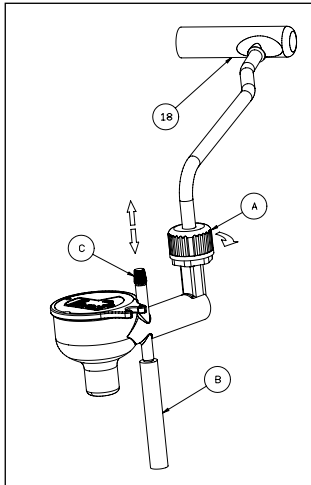

FIG 2
- Stellen Sie sicher, dass das Handrad (4) des Dampfhahns geschlossen ist, (Foto B);
- Drehen Sie die Dampfdüse (12) im Uhrzeigersinn bis zur Endposition und ziehen Sie die Dampfdüse aus Ihrem Sitz heraus, indem Sie sie nach rechts ziehen, (Foto N). Setzen Sie die Vorrichtung zur Cappuccino Automatik in das Dampfrohr (18), indem Sie sie so weit nach oben drücken, bis das Dampfabgaberohr am Stutzen anliegt; ziehen Sie anschließend den Gewindekranz wieder fest, indem Sie ihn im Uhrzeigersinn drehen. (Fig. 2);
- Setzen Sie in dieselbe Aufnahme die Vorrichtung mit der Cappuccino Automatik (b) ein, indem Sie nach links schieben, (Foto 2). Drehen Sie die Vorrichtung mit der Cappuccino Automatik (17) gegen den Uhrzeigersinn bis zur Endposition.